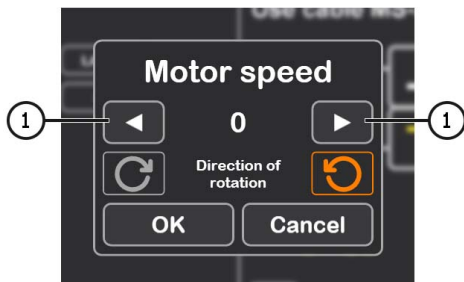

Рисунок 26.
3.1. После активации режима диагностики откроется окно предварительной проверки генератора см. рис. 26.
3.2. Кнопками управления приводом генератора (см. поз. 1 рис. 26) установите скорость вращения шкива генератора в пределах от 100 до 150 об/мин.
4. Перед активацией режима диагностики появиться откроется окно предварительной проверки генератора см. рис. 26.
4.1. Кнопками управления приводом генератора (см. поз. 1 рис. 26) установите скорость вращения шкива генератора в пределах от 100 до 150 об/мин.
4. После нажатия на кнопку «Automatic test» появиться откроется окно предварительной проверки генератора см. рис. 26.
3. Перед активацией режима диагностики появиться откроется окно предварительной проверки генератора см. рис. 26.
- 3.1. Кнопками управления приводом генератора (см. поз. 1 рис. 26) установите скорость вращения шкива генератора в пределах от 100 до 150 об/мин.